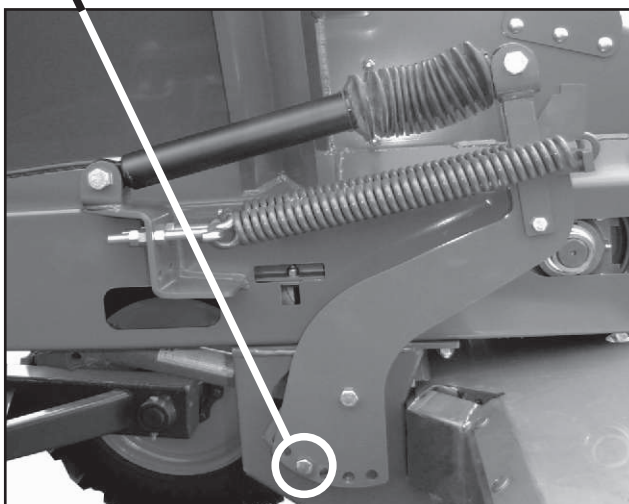

Figura 28
1) Desligue o trator e movimente a alavanca de comando a fim de retirar a pressão no Sistema Hidráulico de acionamento da roda, deixando o pneu baixado, conforme Figura 26 - página 21. Em seguida, solte a porca e retire o parafuso indicado na Figura 28.